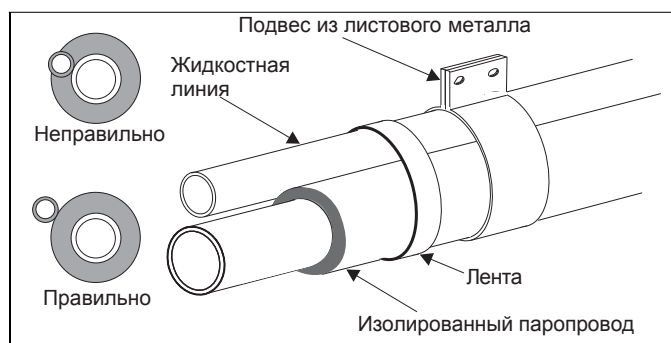

РИСУНОК 2: Монтаж паропровода
5. Оберните лентой и подвесьте линии хладагента (см. рисунок). НЕ допускайте контакта металл трубки - металл. См. рис. 2.